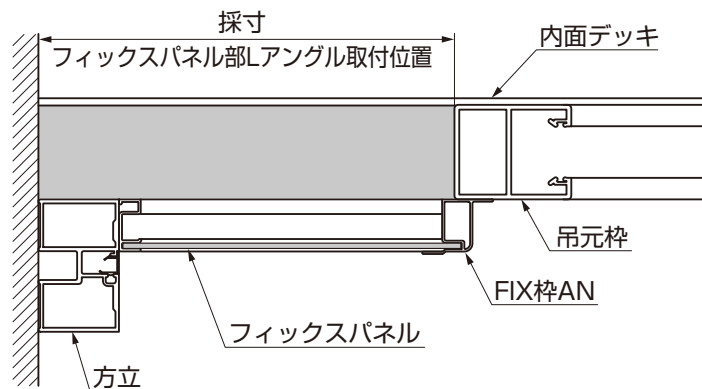

図1-1
- ①図1-1のようにフィックスパネル部Lアングルの取付け位置の寸法を採寸してください。